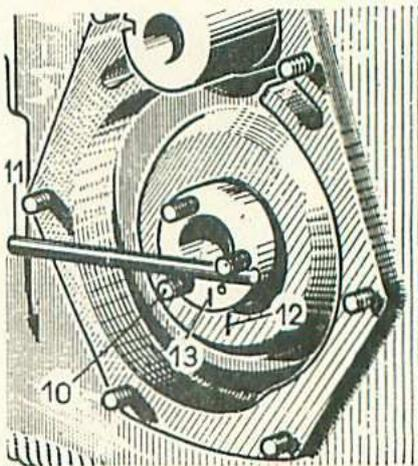

Fig. 20. — Dispositif pour permettre de faire tourner l'arbre à cames.
- Monter trois goujons-guides (10) (fig. 20) ( $\varnothing$  8, longueur 60 mm environ) sur l'arbre à cames. Par le pivot, approcher le culbuteur d'échappement droit jusqu'à le mettre en contact avec la queue de soupape; approcher, également, le contre-écrou du pivot.
- Placer une broche (11) entre les goujons (10) et tourner l'arbre à cames dans son sens de marche (sens inverse d'horloge) jusqu'à l'ouverture maximum de la soupape.
- Repérer la position de l'arbre à cames par rapport au carter (traits de crayon (12) et (13) (fig. 20), puis tourner l'arbre à cames toujours dans le même sens, jusqu'à lui faire exécuter un demi-tour à l'opposé du repère (12); dans cette position, le poussoir est sur